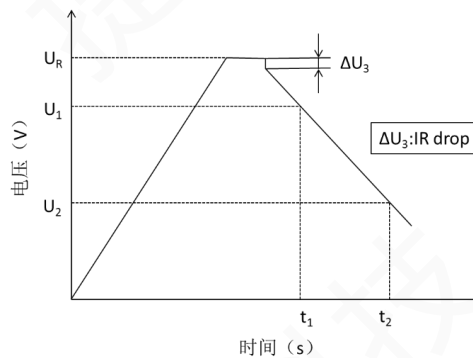

图2 电容量测试示意图
测量电容器两端电压从  $U_1$  到  $U_2$  的时间  $t_1$  和  $t_2$ ，如图 2 所示，根据下列等式计算电容量值：
- 用电压记录仪记录电容器充放电转换端电压瞬间 10ms 电压降的变化量  $\Delta U_3$ ，如图 2 所示。